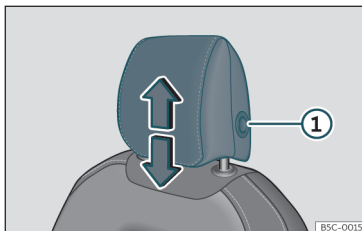
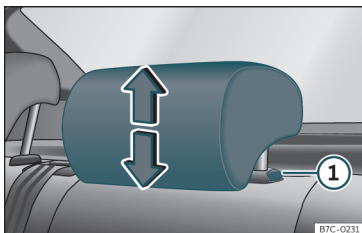

Fig. 106 Asiento delantero: regulación del apoyacabezas.
Fig. 107 Apoyacabezas trasero: regulación del apoyacabezas.
haga la misma acción, pulsando el botón lateral ① » » fig. 106 » » fig. 107.
- Presione el botón lateral » » fig. 106 ① y extraiga el apoyacabezas.